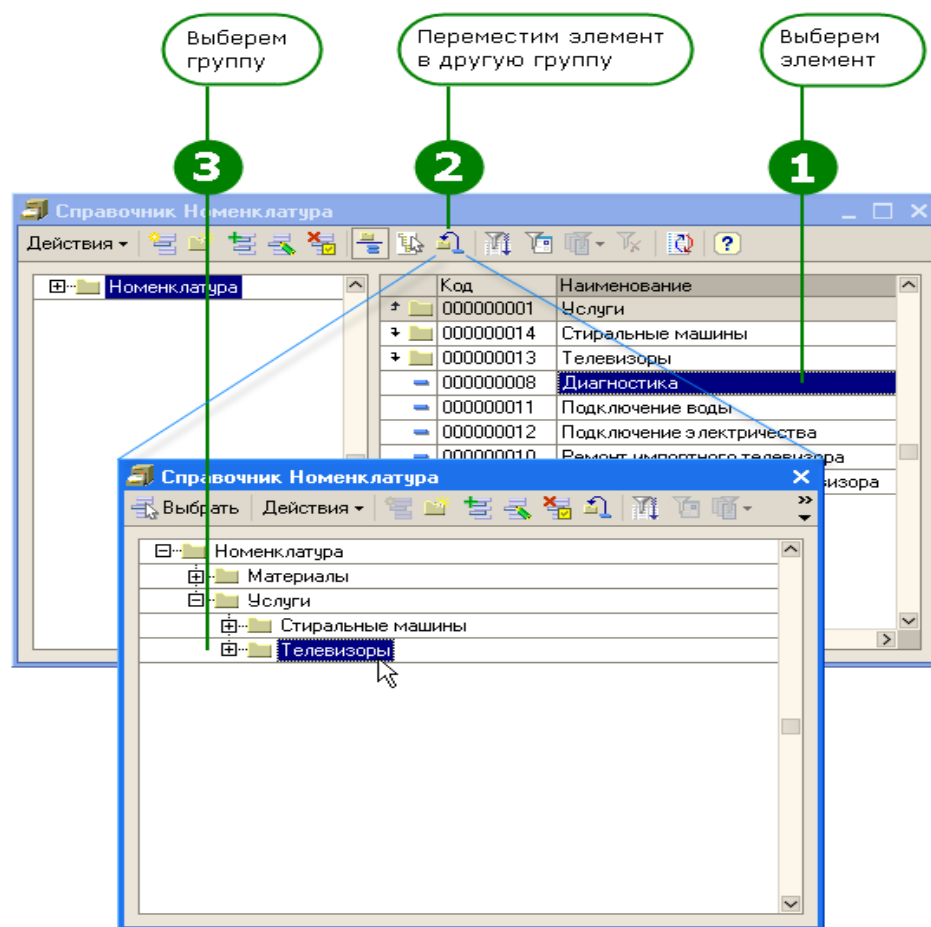

Рис. 25. Переместим услугу «Диагностика» в группу «Телевизоры»...
9. Для того чтобы переместить услуги в соответствующие группы, в окне списка установите курсор на ту услугу, которую нужно переместить, и выполните команду Действия > Переместить в группу. В открывшемся окне выберете новую группу (рис. 25):